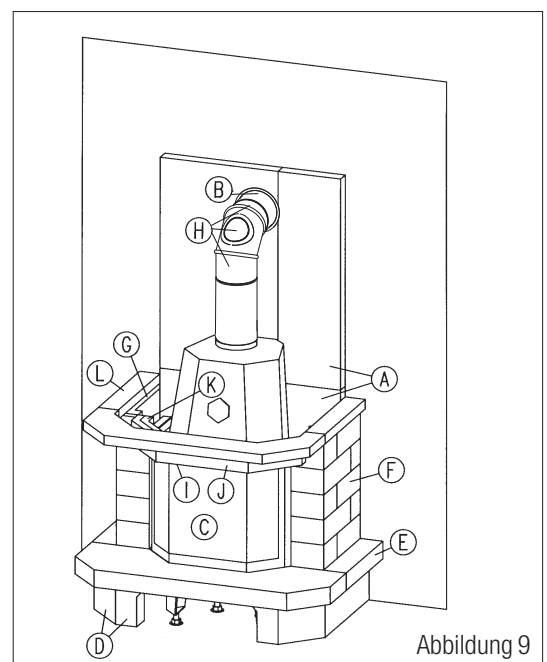

Abbildung 9
- 12.1 Verkleben Sie den Obersims mit dem Sturz und den Seitenteilen. Dazu spritzen Sie eine dünne Wulst Spezialsilikon auf die Oberseiten von Sturz und Seitenteilen. Achten Sie bei dem Auflegen des Obersimses auf einen allseitigen gleichmäßigen Überstand. (Abb. 9).